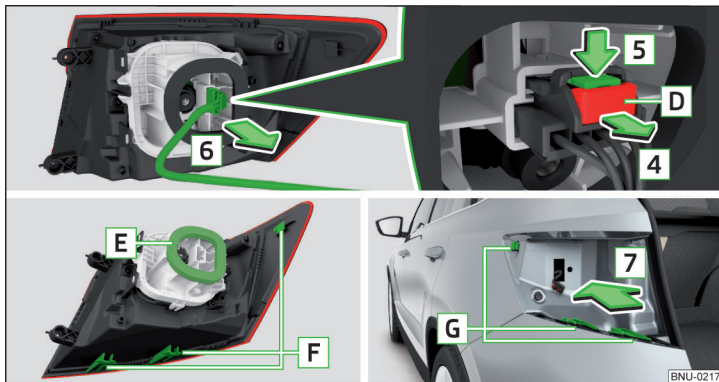

Fig. 353 Detașarea conectorului / montarea lămpii
- Trageți elementul de blocare **D** din conector în sensul săgeții **4** » fig. 353.
- Împingeți conectorul contrar sensului săgeții **6** » fig. 353 în blocul optic.
- Aveți grijă ca la remontarea lămpii să nu striviți cablajul între caroserie și lampă, iar garnitura **E** » fig. 353 să fie montată corect - în caz contrar există pericolul de pătrundere a apei și de deteriorare a instalației electrice.